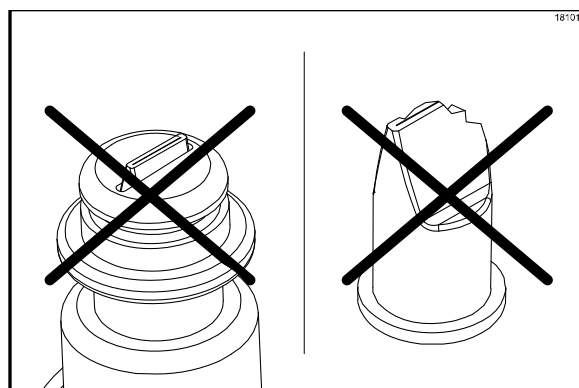

Figura 30
**Nota:** troque a válvula bico de pato se estiver danificada ou se ultrapassar o rasgo da conexão de ponta do xarope. (Veja a Figura 30.)